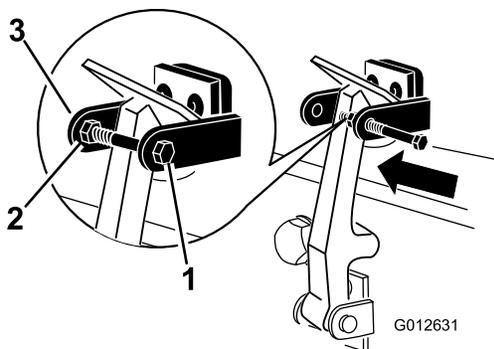

图 10
7. 将螺栓拧入机罩门锁支架的另一个臂直至将门锁定位到位 (图 10)。